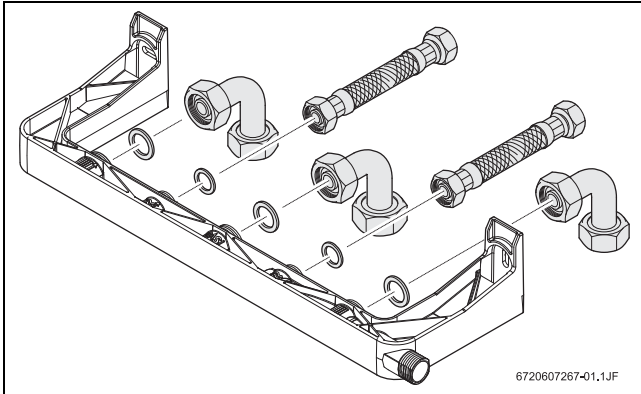

Рис. 18 Настенные подключения
► Подключить соединения к шаблону по рис. 18.